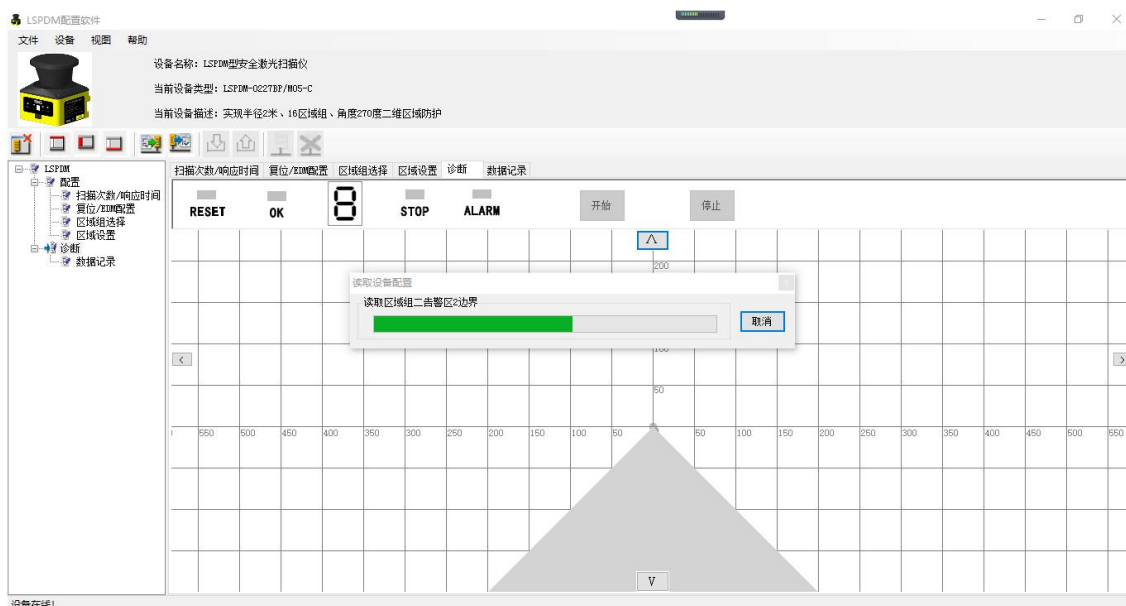

图 3.4.2 读取配置信息
(3) 点击【开始】按钮，开始读取联机的扫描仪内部配置信息，弹窗如图 3.4.2 所示：